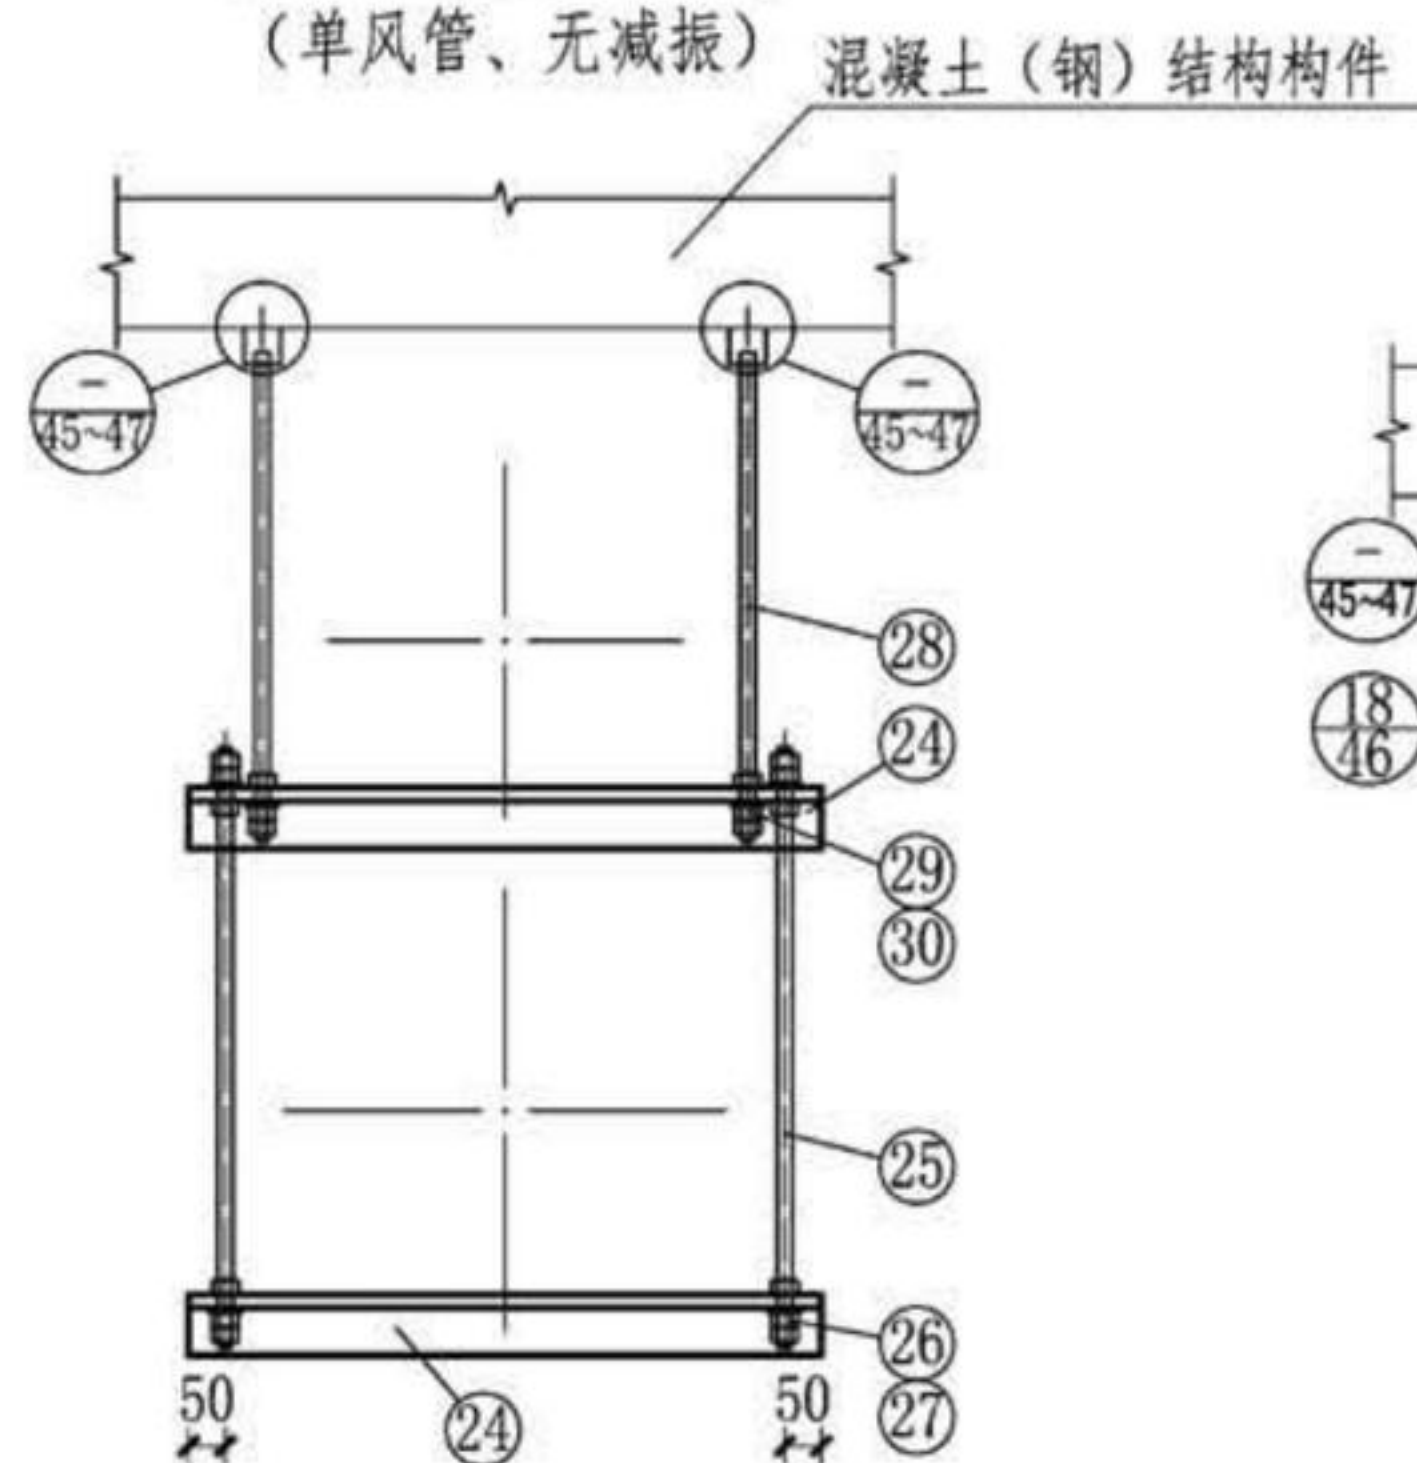
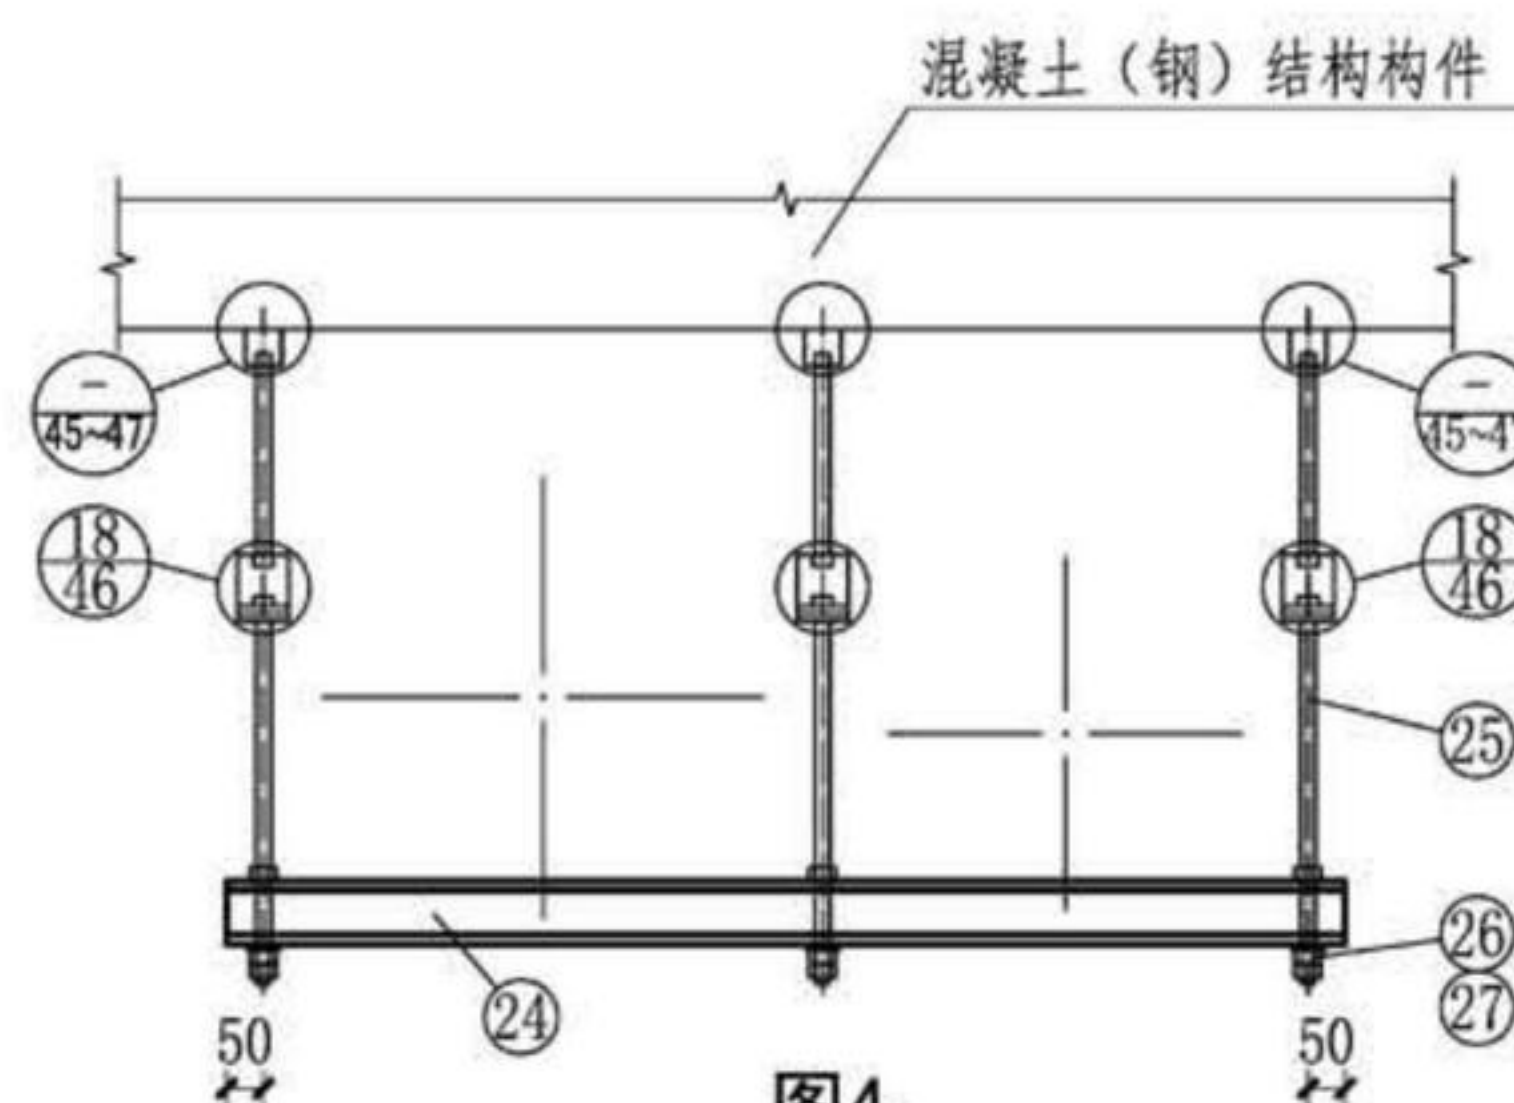

图3
图4
3. 风管与横梁固定方式见第42页图4~图6、第43页图3~图4及第44页图6~图10。